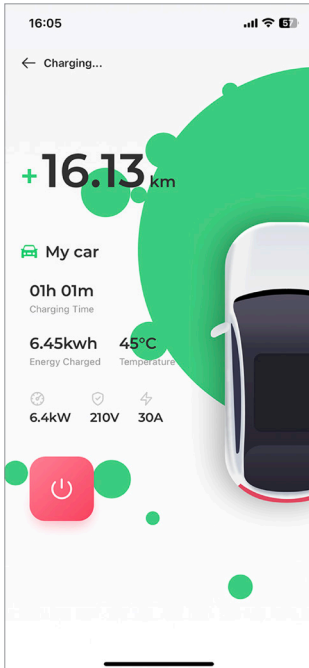
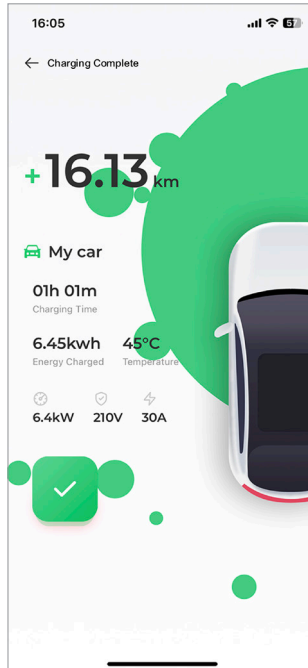
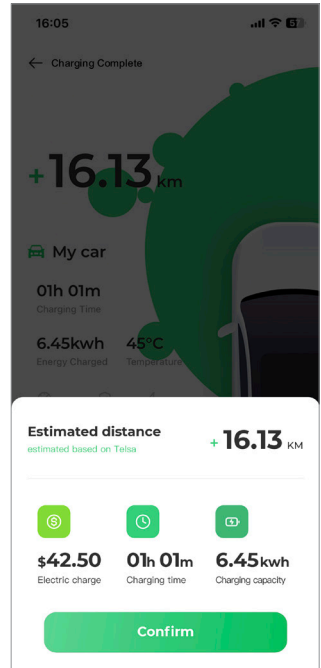

Abb. 6-14
Abb. 6-15
Abb. 6-16
2. Sie können den Ladestatus während des Ladevorgangs überprüfen. Tippen Sie auf das  , um den Ladevorgang zu stoppen (siehe Abb. 6-14). Das Symbol wechselt zu  (Siehe Abb. 6-15). Tippen Sie auf die  , um die Ladedetails anzuzeigen. (Siehe Abb. 6-16)